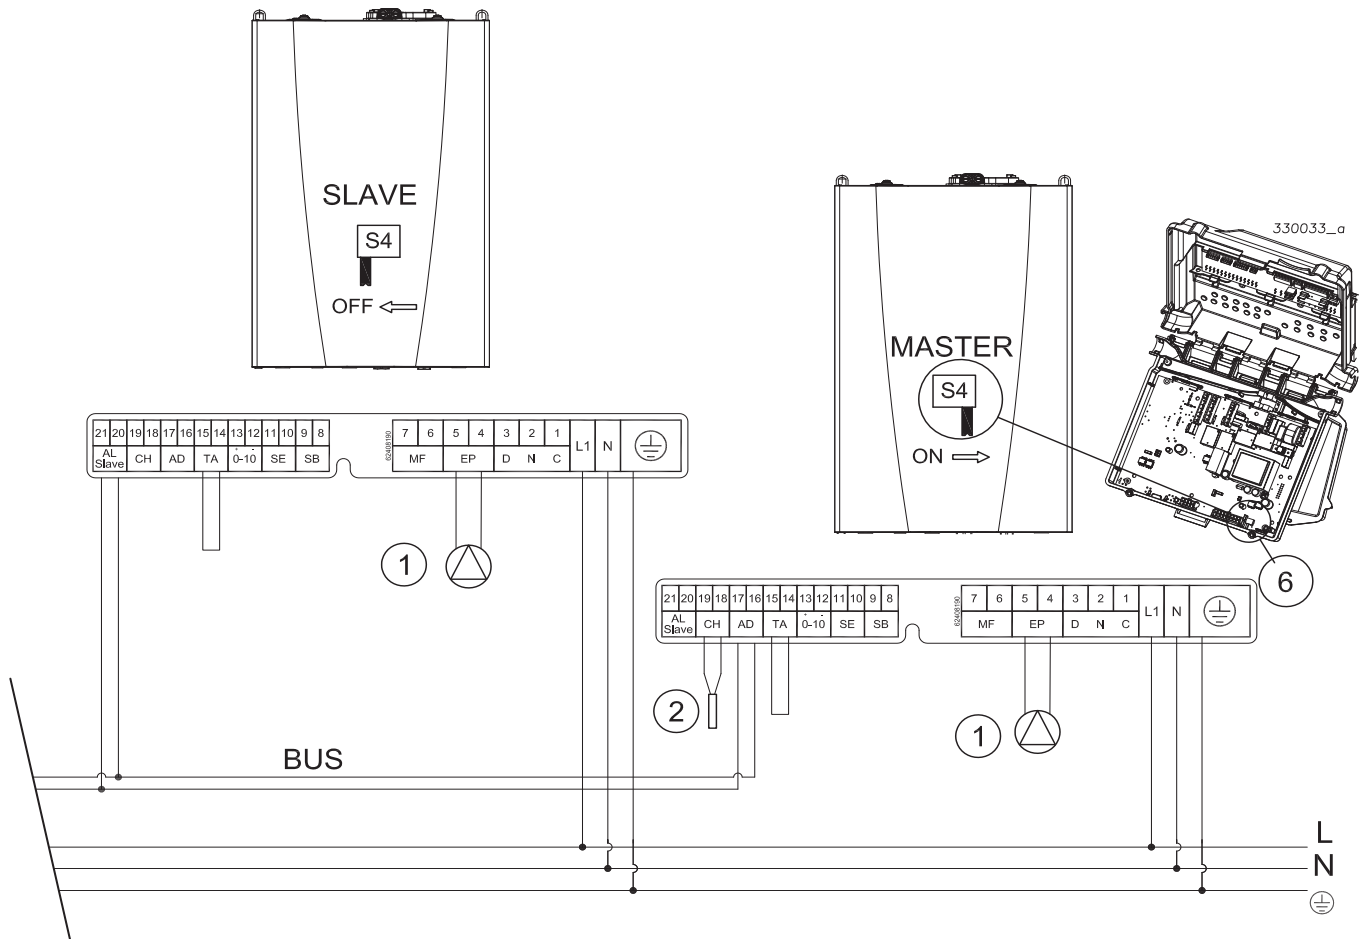

Figure 5-15 - Raccordement électrique des appareils en cascade avec ballon
- 2.- Effectuer l'installation électrique comme indiqué sur la Figure 5-15;
- 4.- Restant sur le dispositif "Master", vérifiez que le switch "S4" est en position ON (voir Figure 5-15);
- 6.- Restant sur le périphérique "Slave", déplacez le switch "S4" en position OFF (voir Figure 5-15);